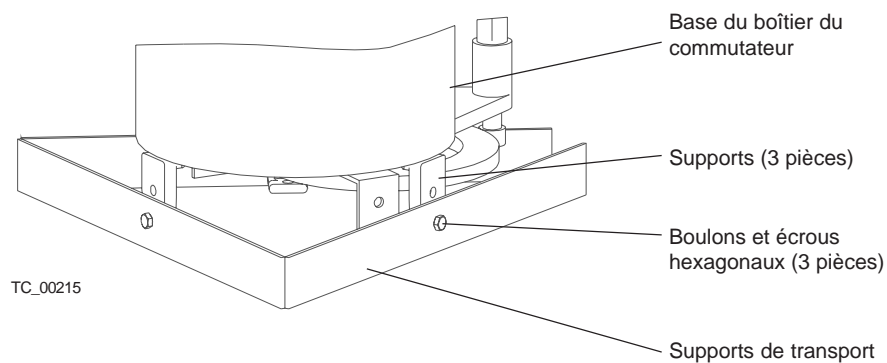

Fig. 5.
4. Soulever le boîtier du commutateur par l'anneau de levage et retirer les supports de transport. Pour le sélecteur taille C, retirer les trois supports (voir fig. 5).